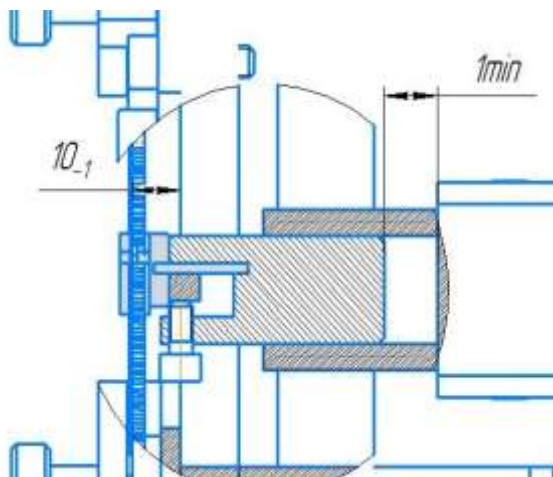

Рис. 3
3. Вставить зажим замка в механизм перемещения, выдержав размеры согласно рис. 3.